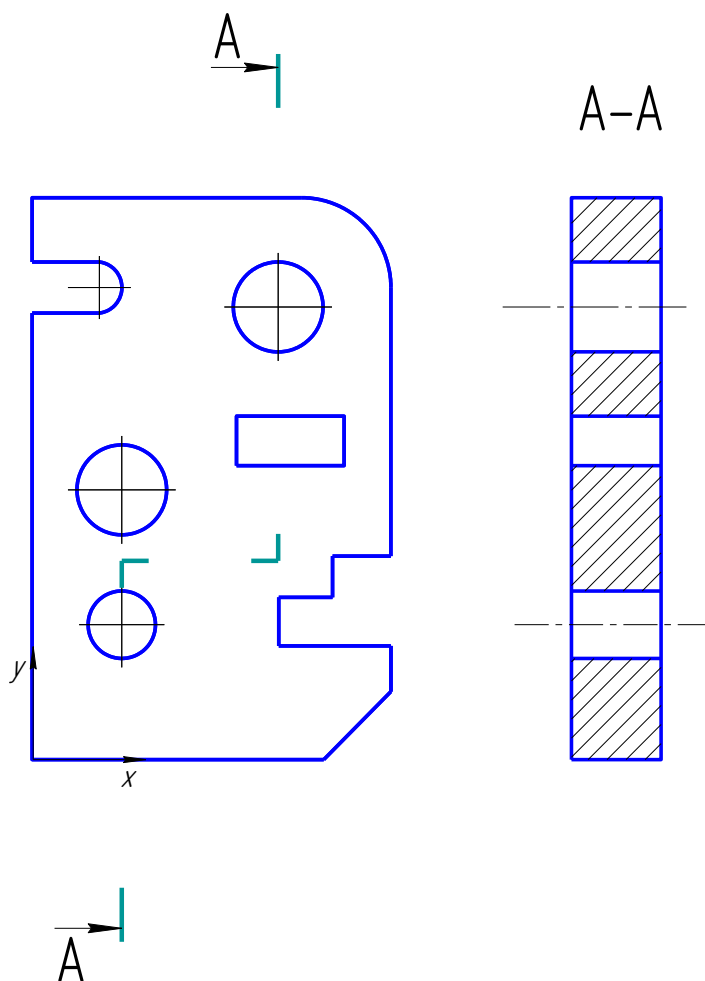

Рис. 10
6. Наносим штриховку (рис.10).